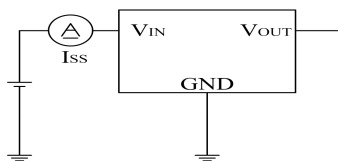

图2
- 3 I_{SS} : $V_{\text{IN}}=18\text{V}$ 无负载时,图2中电流表的电流值